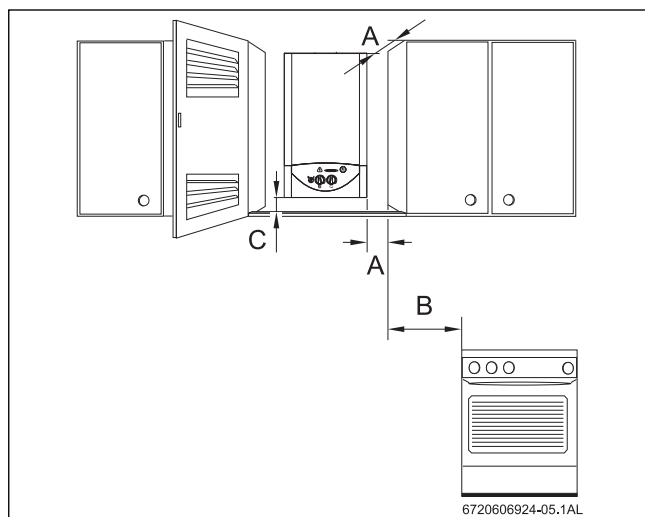

Fig. 8 Distâncias mínimas
- ▶ Assegurar o bom acesso nos trabalhos de manutenção, respeitando as distâncias mínimas indicadas na Fig. 8 .